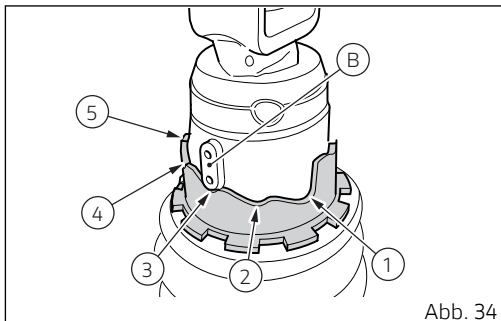

Abb. 34
Die Standard-Einstellung ist erreicht, wenn der Bezugspunkt (B) des Federbeins am dritten Nocken der Nutmutter angeordnet ist: siehe Position auf der Abbildung (Abb. 34).